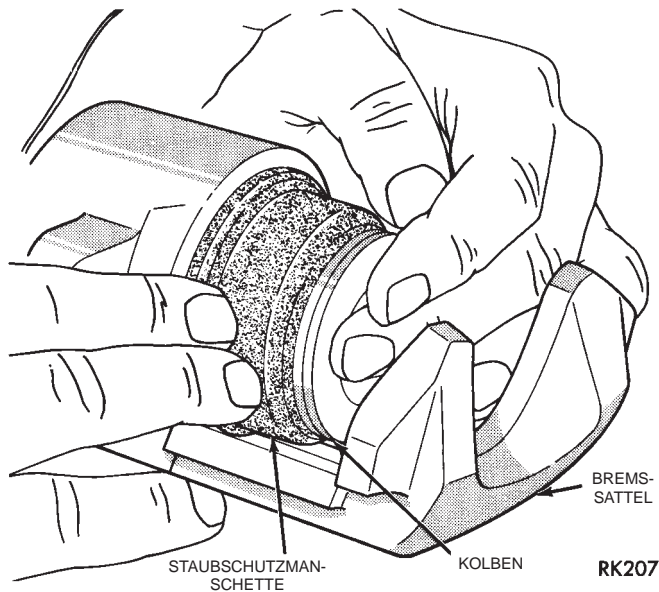
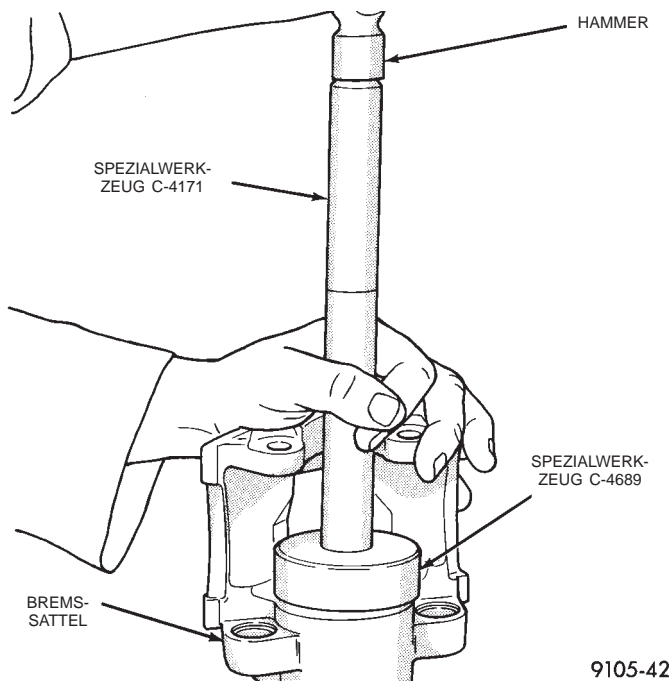

Abb. 164 Kolben in die Zylinderbohrung einsetzen
Abb. 165 Staubschutzmanschette einpressen
(3) Die neue Staubschutzmanschette mit sauberer Bremsflüssigkeit benetzen und eine ausreichende Menge in die Manschette einfüllen.
(4) Die mit Bremsflüssigkeit benetzte Staubschutzmanschette über dem Kolben aufsetzen.
(5) Den Kolben in die Dichtung eindrücken und bis zum Anschlag in die Zylinderbohrung einschieben (Abb. 164).
(6) Die Staubschutzmanschette über der Zylinderbohrung ansetzen.
(7) Mit einem Hammer und dem Kolbenmanschetten-Einpreßwerkzeug (Spezialwerkzeug C-4689) und dem Griff (Spezialwerkzeug C-4171) die Manschette einpressen (Abb. 165).